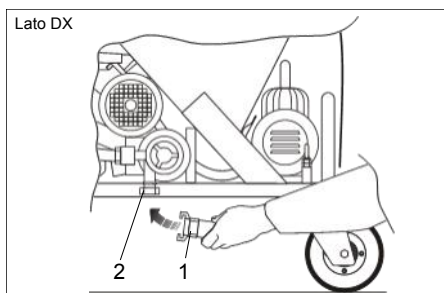

FIG.21 (Collegamento tubo acqua di alimentazione generale su ingresso macchina)
- 1) Collegare il tubo fornito in dotazione (\varnothing est. 26 mm - L= 40 m) (FIG.21-Rif.1) all'ingresso acqua della macchina (FIG.21-Rif.2);
- 2) Collegare il tubo acqua (FIG.21-Rif.1) alla rete idrica di alimentazione (deposito o acquedotto) assicurarsi che la valvola sia aperta.